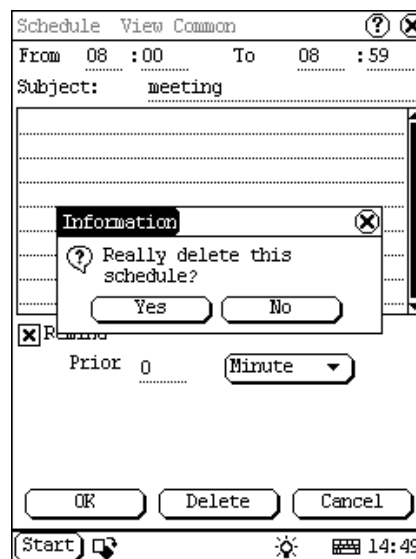

Рисунок 4-32
- 3) тогда расписание появится в интерфейсе просмотра открытого расписания. См. рисунок 4-32.